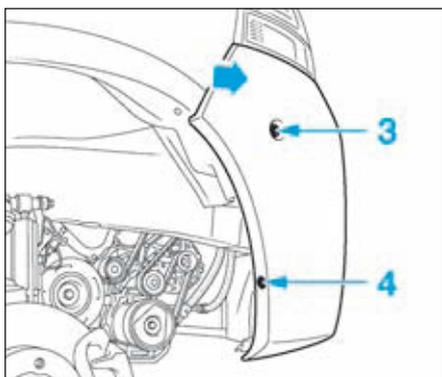

FIG.120
- Déposer, de chaque côté du véhicule, les vis de fixation latérales (3) et (4) (Fig.120).